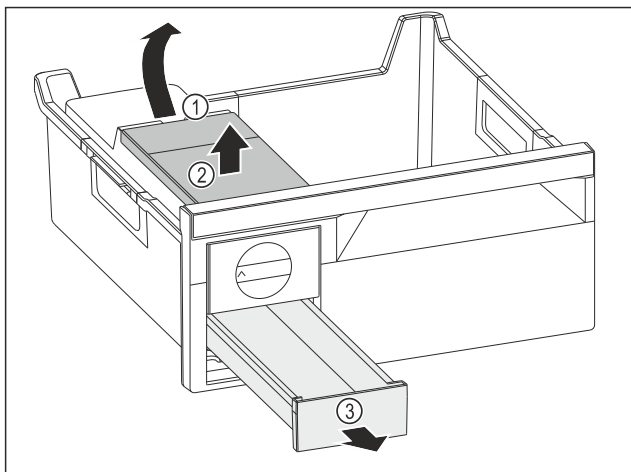

Fig. 82
- ▶ Vyjmutí nádržky na vodu: Zvedněte nádržku na vodu za vybrání Fig. 82 (1).
- ▶ Nádržku na vodu Fig. 82 (2) vyjměte nahoru.
- ▶ Zásuvku na kostky ledu Fig. 82 (3) vyjměte dopředu.